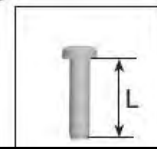

Figure 12.3.05:
4. Installez le nouveau régulateur de pression à MOTEUR PAS-À-PAS tel que montré à la **Figure 12.3.03** et à la **Figure 12.3.04**. Utilisez les vis fournies (F), M4 x 0.7 longueur filetée L= (16 mm + 0 - 0,5 mm), en acier de résistance classe 8.8 (voir **Figure 12.3.05**).
6. Collez l'étiquette d'identification fournie (G) au corps de la vanne à un endroit facilement visible.